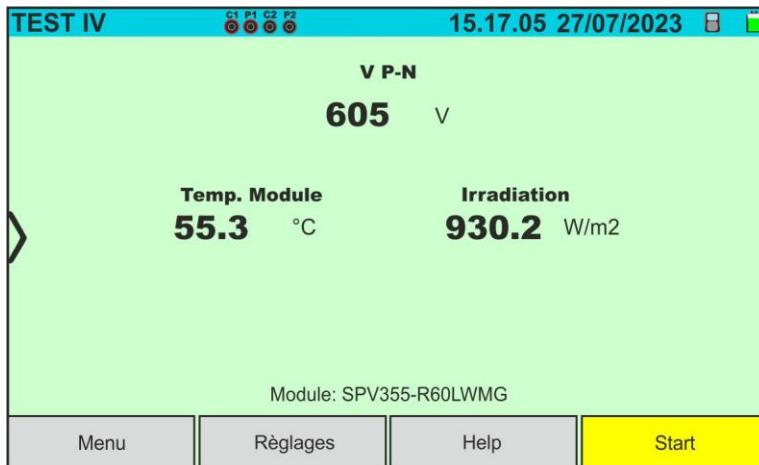

Fig. 40: Couverture initiale mesure courbe I-V sur modules Monoface
4. Dans le cas de modules **Monoface**, l'écran de la Fig. 40 est présent à l'écran. Les paramètres suivants sont affichés :
5. Dans le cas de modules **Biface**, l'écran de la Fig. 40 est présent à l'écran. Les paramètres suivants sont affichés :